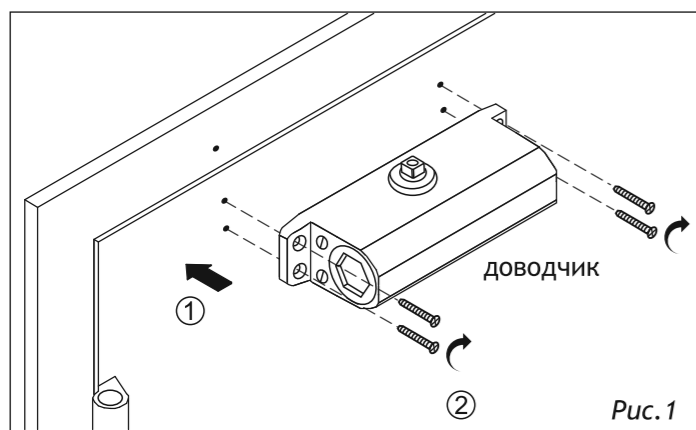

Рис. 1
2. Наметьте и просверлите крепежные отверстия для доводчика и скользящей направляющей. Закрепите доводчик (рис. 1);